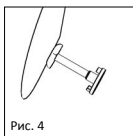

Рис. 4
■ **Рис.4** Часть измерителя в виде поршня используется в ходе измерения для наложения на основание стре-мечка. Часть, имеющая форму тарелки, предусмотре-на для опоры барабанной перепонки. Толщина транс-плантата (например, хрящевого диска), который впоследствии служит подкладкой у барабанной пере-понки, должна учитываться при определении длины им-протеза. Когда оптимальная длина найдена, она уста-навливается на полном протезе.